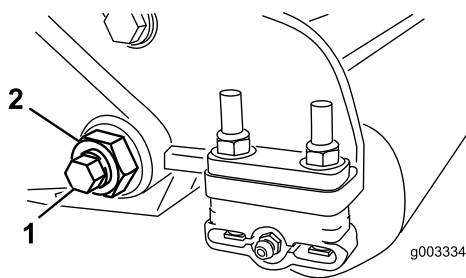

図 24
3. ベッドバーボルト 図 24 を固定しているロックナット機体両側をゆるめる。
4. 各ベッドバーボルトを抜いてベッドバーを下に引き抜いてカッティングユニットから外す 図 24。